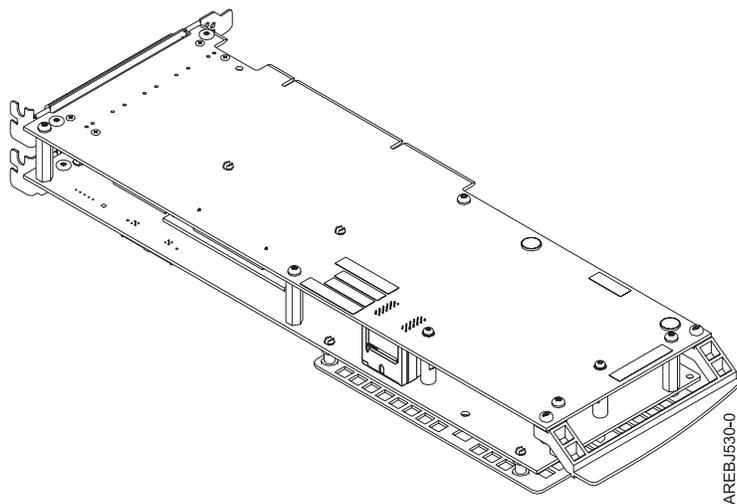

Figure 27. Adaptateur d'ensemble de cartes 572F/575C
2. Placez l'adaptateur d'ensemble de cartes 572F/575C sur une surface de protection contre les décharges électrostatiques et orientez-le comme indiqué figure 27.